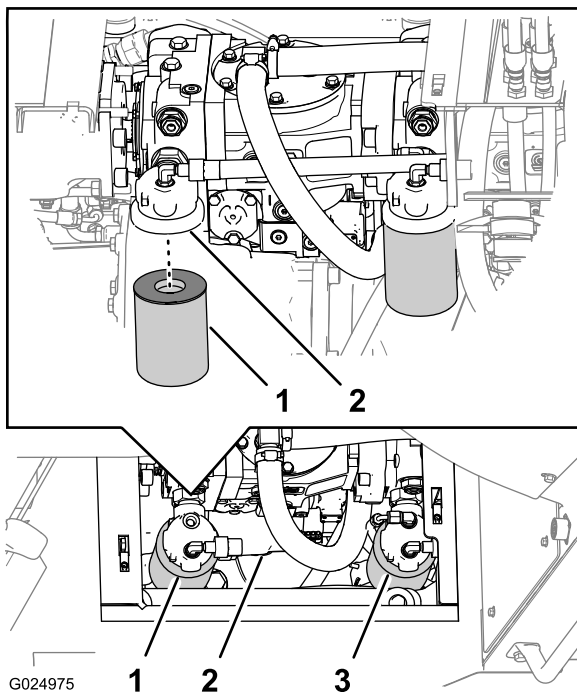

Рисунок 116
Примечание: Доступ к фильтру линии нагнетания гидросистемы осуществляется с правой стороны машины, за баком гидросистемы (Рисунок 116).
- Подставьте емкость под фильтр линии нагнетания гидросистемы (Рисунок 116).
3. Поверните фильтр линии нагнетания гидросистемы против часовой стрелки и снимите его (Рисунок 116).